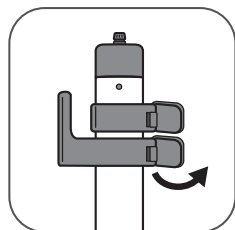

fig. 2
- Tenez le mât de façon à ce que l'accroche cordon électrique soit à gauche. Vérifiez que les 2 clips du mât soient déverrouillés. **(fig. 2)**